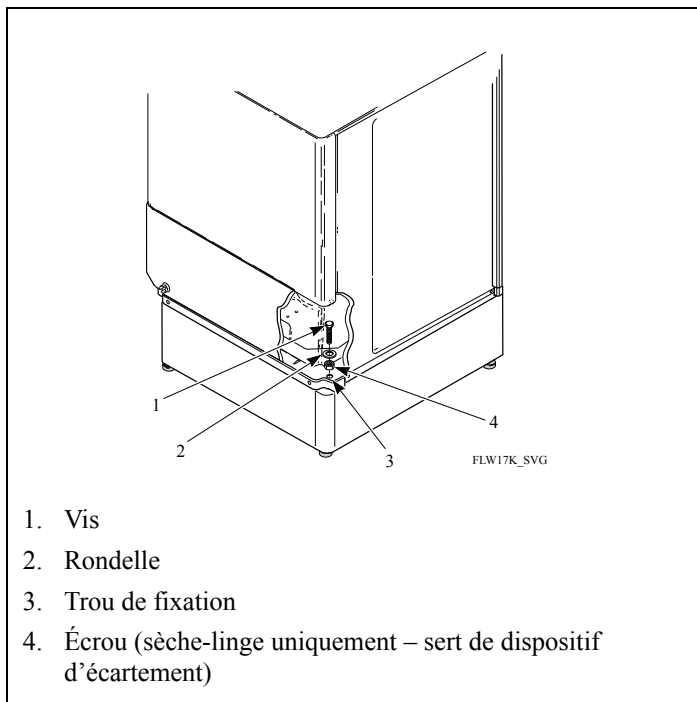

Figure 4
11. Se mettre à deux pour incliner l'appareil vers l'avant et le soulever. Déposer soigneusement l'appareil sur le socle. S'assurer que l'avant de l'appareil est positionné de manière à ce que les trous de fixation soient alignés. Voir la *Figure 4*. S'assurer que le socle soit bien aligné avec appareil à l'avant et à l'arrière.
14. Fixer le lave-linge au socle en faisant passer deux vis à tête cylindrique munies de rondelles à partir de l'intérieur du lave-linge et en les vissant dans les trous filetés à l'avant du socle. Voir la *Figure 4*.
13. Se mettre à deux pour incliner l'appareil vers l'avant et le soulever. Déposer soigneusement l'appareil sur le socle. S'assurer que l'avant de l'appareil est positionné de manière à ce que les trous de fixation soient alignés. Voir la *Figure 4*. S'assurer que le socle soit bien aligné avec l'appareil à l'avant et à l'arrière.
16. Fixer le sèche-linge au socle en faisant passer de l'intérieur deux vis à tête cylindrique munies de rondelles et d'écrous dans les trous à l'avant de l'appareil et en vissant celles-ci dans les trous filetés du socle. Les écrous servent de dispositifs d'écartement et empêchent les vis de passer au travers les trous de fixation. Voir la *Figure 4*. Après avoir partiellement inséré les deux vis, les serrer complètement.